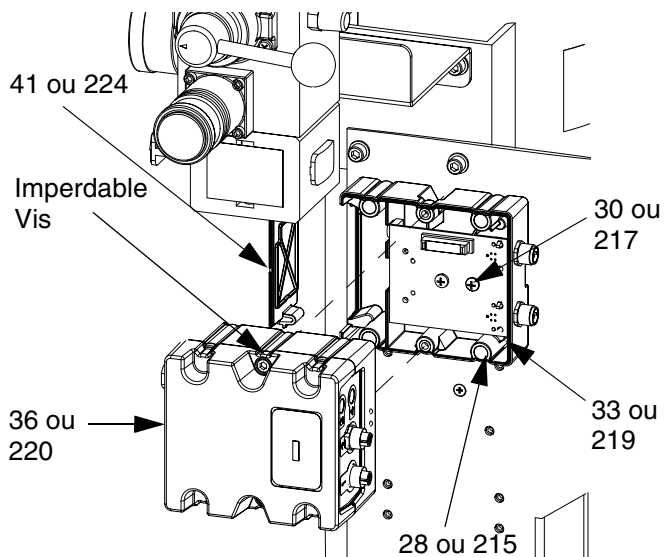

FIG. 55 : Dépose du FCM
4. Retirez les vis (28 ou 215) et la vis de mise à la terre (30 ou 217) de l'embase (33 ou 219). Consultez la FIG. 55.
7. Réglez le sélecteur sur « A » pour l'élève A ou « B » pour l'élève B. Consultez la FIG. 55.